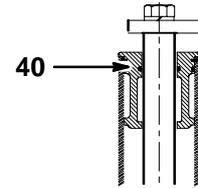

Abb. 7
- m. Den unteren Kolbenhaltering (100) entfernen. Haltering auf Beschädigungen oder Verschleiß untersuchen und, falls notwendig, durch einen neuen ersetzen.
- n. Den Kolben (110) von der Hebestange (80) nehmen und auf Beschädigungen oder Verschleiß untersuchen. Falls notwendig, durch einen neuen ersetzen.
- o. Die zwei alten O-Ringe (70) und (120) im Abschnitt Teile innen und außen am Kolben entfernen. Die O-Ringe durch neue ersetzen.
- q. Den Kolben (110) zurück auf die Hebestange (80) geben. Den Kolben gegen den oberen Haltering führen.
- r. Den unteren Kolbenhaltering (100) wieder in der Rille zwischen dem Kolbenboden und dem Ende der Hebestange einrasten lassen.
- s. Vorsichtig die Hebestange (80) wieder in ihren Zylinder einführen. Die Stange so weit wie möglich nach unten drücken.
8. Service an der Laufbuchse durchführen (Abb. 7):